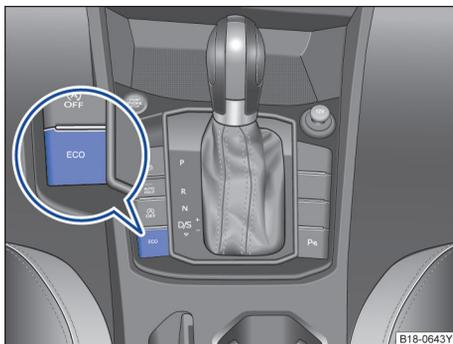

图 128 ECO 经济模式按键
Eco 经济模式：使汽车处于低消耗状态，针对低消耗驾驶方式对驾驶员进行辅助⇒图 128。
- 反复按压 ECO 经济模式按键⇒图 128，可使车辆在 ECO 经济模式与标准模式之间切换。